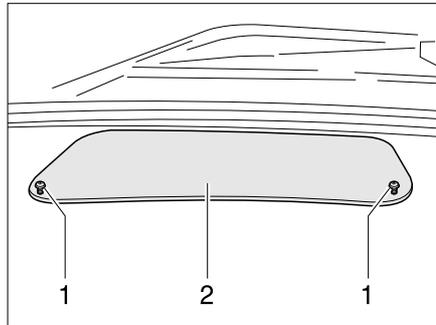
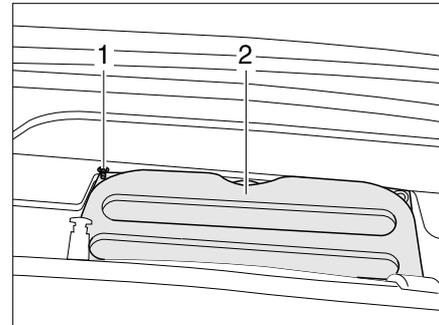

Bild 28 Abdeckung im Armaturenbrett
Bild 29 Abdeckung zum Motorraum
- Zwei Schrauben (Bild 28,1) lösen und Abdeckung (Bild 28,2) abnehmen.
- Sechs Innensechskantschrauben (Bild 29,1) herausdrehen und mit Scheiben abnehmen.
- Abdeckung (Bild 29,2) abnehmen.
- Beide Abdeckungen (Bild 29,2 und Bild 28,2) wieder festschrauben.